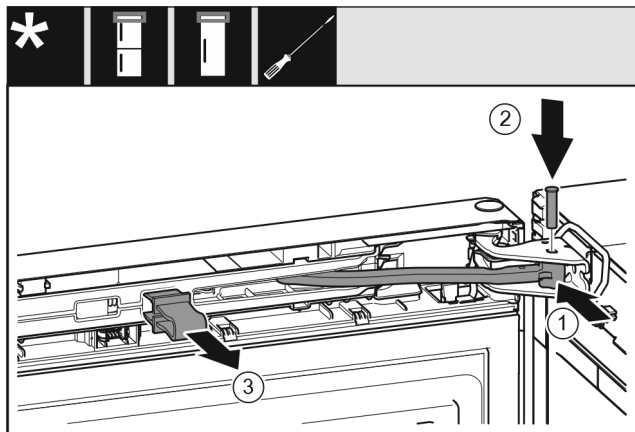

Fig. 24
- Drej leddet i hængselkonsollen. Fig. 24 (1)
- Sæt bolten i hængselkonsol og led. Sørg for, at låse-kammen sidder korrekt i noten. Fig. 24 (2)
- Tag sikringen af. Fig. 24 (3)